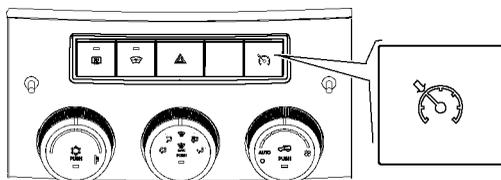

Рис. 3.16. Выключатель выбора функции «Круиз-контроль»
- выключатель выбора функции «Круиз-контроль» (рис. 3.16). Служит для управления функциями КК.
Включение функции КК осуществляется с помощью нажатия выключателя «Круиз-контроль» (рис. 3.16). Повторное нажатие на выключатель «Круиз-контроль» приводит к выключению функции КК.